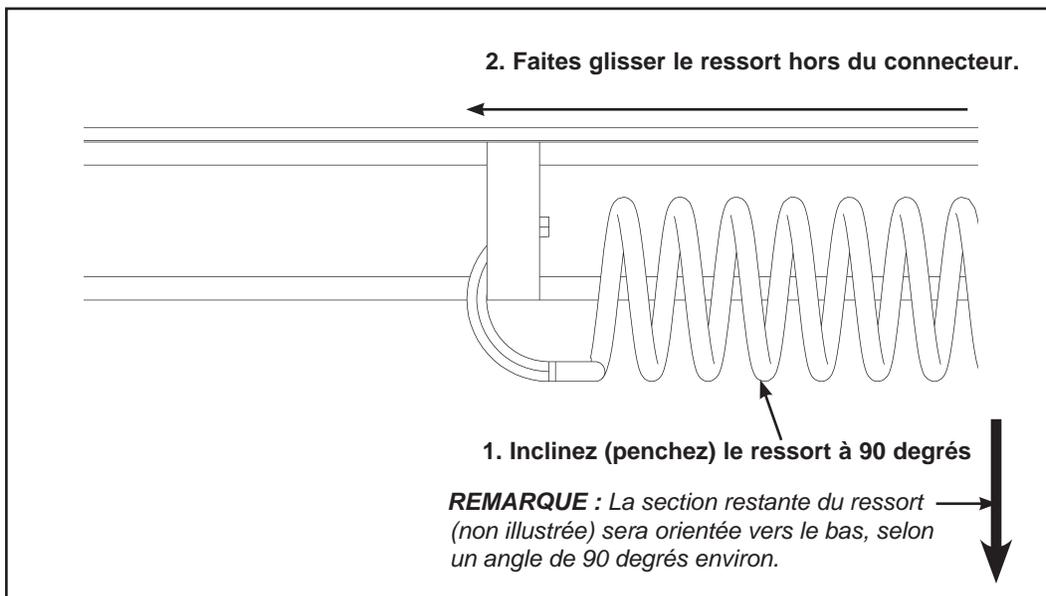

Figure 3
B. Inclinez (penchez) la section supérieure du ressort à 90 degrés environ. Reportez-vous à la figure 3.
C. Faites glisser le crochet vers l'extérieur et retirez-le du connecteur. Reportez-vous à la figure 3.